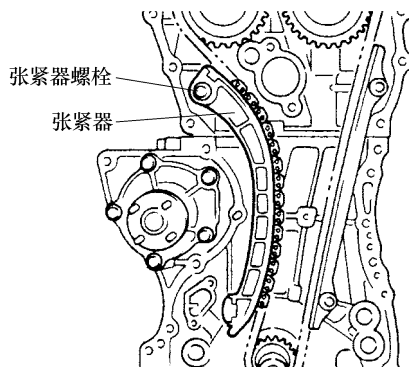

图 6-6 安装张紧器
6) 向链条张紧器的滑动面加注发动机机油, 安装链条张紧器的衬垫, 如图 6-6 所示。把张紧器的螺栓拧紧到规定的力矩。